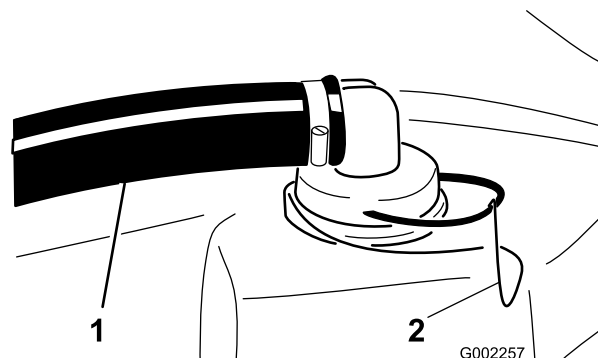

図 61
2. タンク上部の太いホースについている赤いフィッティングからリテーナを外す(図 61)。
3. タンクからホースを外す(図 61)。